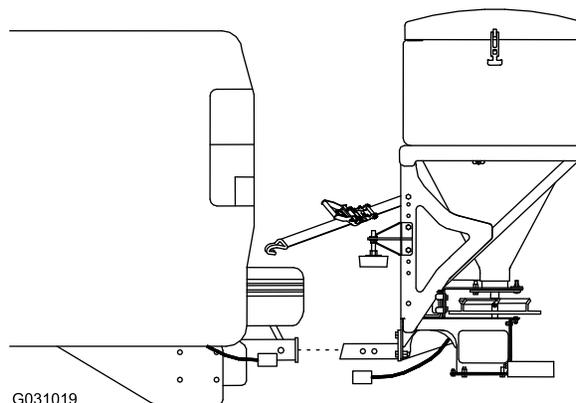

Figure 16
5. Faites glisser l'épandeur hors du dispositif d'attelage du véhicule (Figure 16).